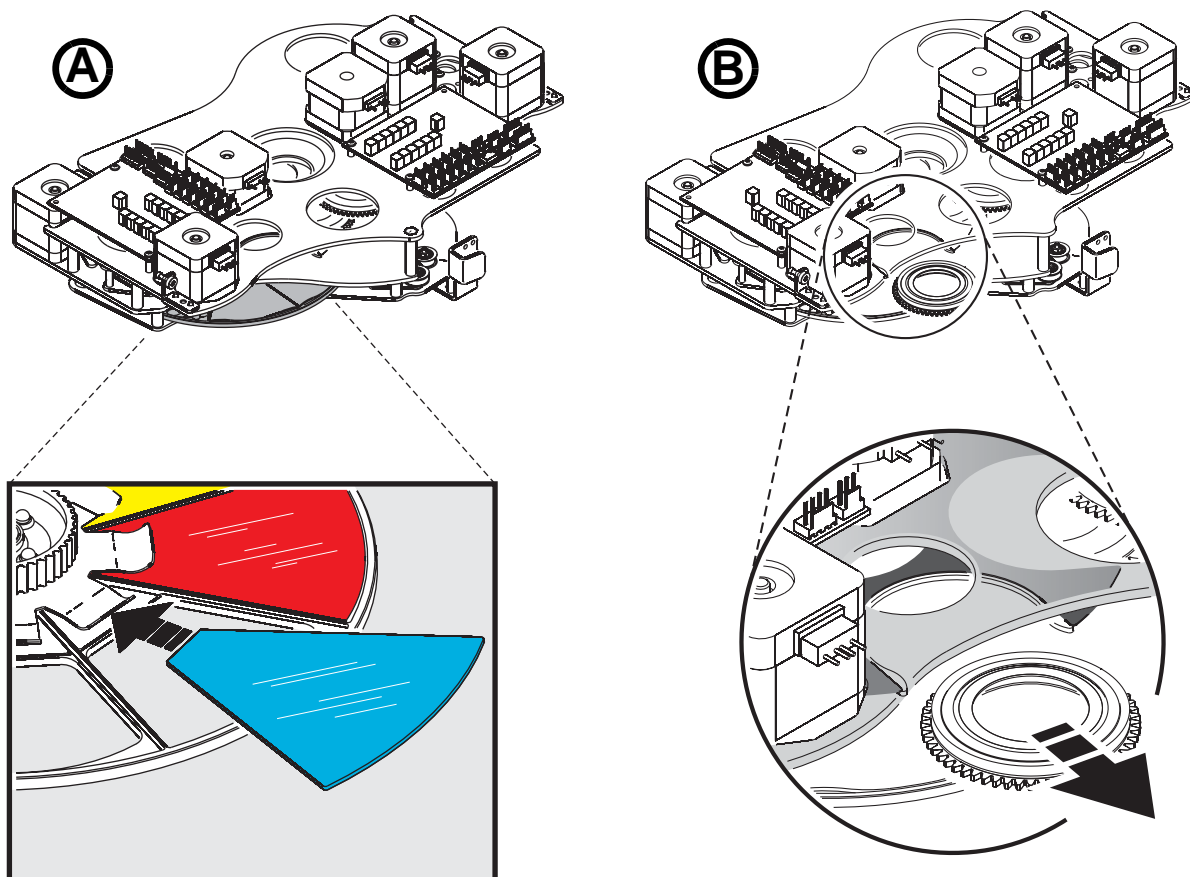

Figure 21: Remplacement des couleurs et des gobos
4. Voir repère **A** dans la Figure 21. Tournez la roue de couleur jusqu'à ce que le filtre à changer soit accessible. Soulevez légèrement le filtre de la roue pour le dégager, attrapez-le par les bords et dégagez-le complètement. Si vos doigts sont trop épais, protégez le verre avec un papier plié plusieurs fois sur lui-même et attrapez le filtre avec une pince à bec fin.
2. Voir repère **B**, Figure 21. Tournez la roue pour rendre accessible le gobo que vous souhaitez remplacer.